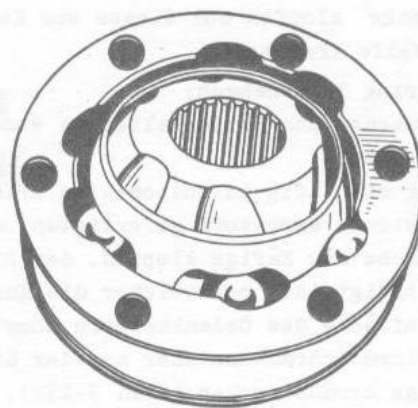

Bild 3-152. Herausziehen der Kugeln aus Käfig des Innengelenks
- Lagerring mit Käfig in Endposition bringen, mit einem aus weichem Werkstoff gefertigten Dorn auf die Stirnfläche des Käfigs klopfen, der bis zu einer Lage geneigt ist, bei welcher die Kugel hinter die Stirnfläche des Gelenkkörpers kommt, und die Kugel mit einem Schraubenzieher aus der Sitzstelle des Käfigs herausdrücken (Bild 3-152). In gleicher Weise die übrigen Kugeln herausbringen;